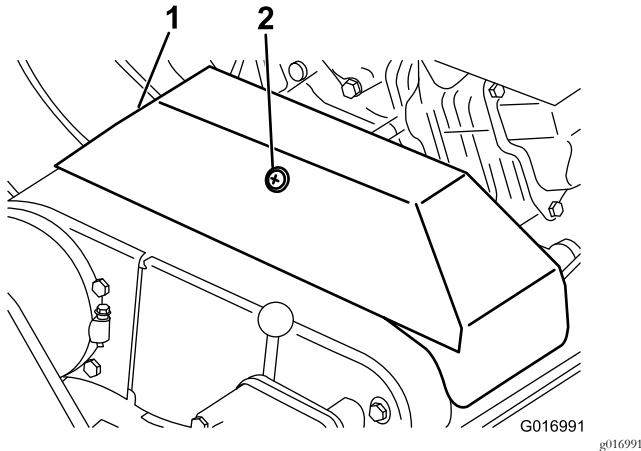

Figure 40
2. Desserrez la fixation du couvercle de la courroie trapézoïdale et ouvrez le couvercle (Figure 40).